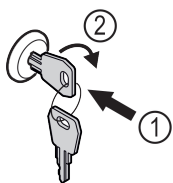

Fig. 87 Voorbeeld
- ▶ Sleutel erin duwen Fig. 87 (1).
- ▶ Sleutel 90° rechtsom draaien Fig. 87 (2).